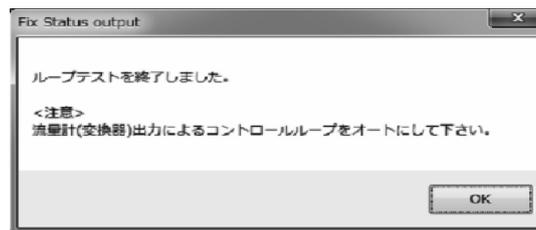

図135
- ⑤ 「Stop」 ボタンをクリックするとメッセージボックス(図135)が表示されますので、「OK」 ボタンをクリックしてください。